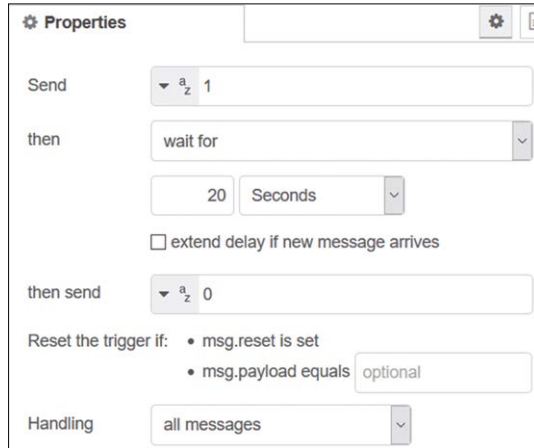

Figure 5.45 Configuration d'un nœud de déclenchement
- Créer 3 **déclencher** Les nœuds qui envoient 1, attendent le temps spécifié, puis envoient 0. La figure 5.45 montre un exemple de la façon dont les 20 **déclencher** le nœud est configuré.